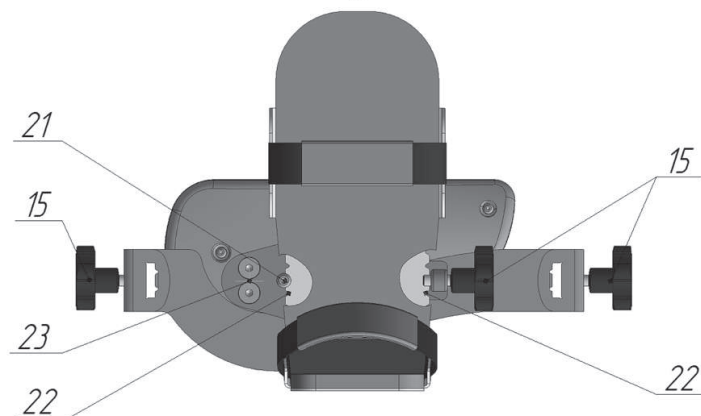

Рисунок 6.1 – Установка узла П/С для правой/левой ноги
2. Ослабьте с обеих сторон Аппарата фиксаторы настройки сустава под ось (15), зажимающие направляющие (8) и снимите узел П/С с направляющих (8).
3. Правильность расположения узла П/С определяется по расположению оси (23) (расположена между двумя винтами) вращения мотора В относительно сустава: ось должна располагаться с внешней стороны сустава. Т.е., для правой ноги она располагается справа от сустава, для левой – соответственно слева (см. рис. 6.1).
4. Установите узел П/С в соответствии с выбранной ногой обратно на направляющие (8). Затяните фиксаторы (15).
5. Ослабьте фиксатор (15), поджимающий опору (14), снимите опору стопы (14) вместе с лотком (13) и разверните в положение, при котором носок лотка смотрит вперед. Вставьте паз опоры (22) в ограничитель (21) и затяните фиксатор (15).